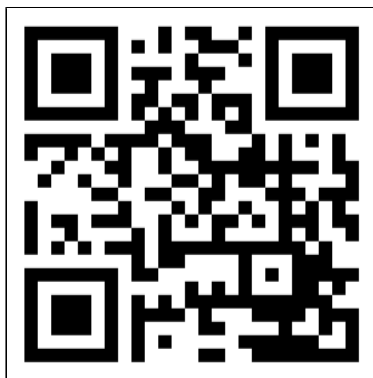

Figure 41.
1. Ouvrez le manuel de l'application Eurom Smart avec le QR-code (Figure 41) ou rendez-vous sur [www.eurom.nl/nl/manuals](http://www.eurom.nl/nl/manuals).